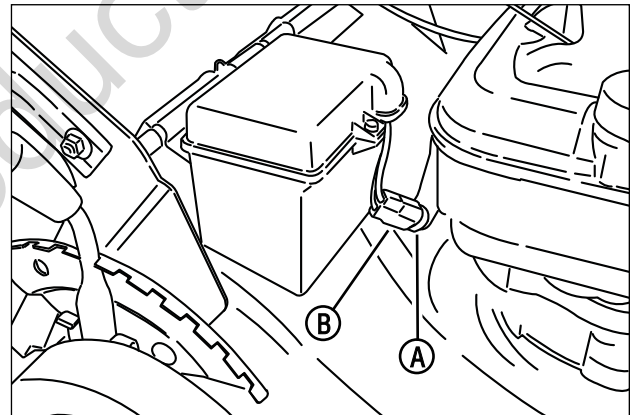

Figura 23: Conexiones de la batería
6. Enchufe el conector de cables principal (A, Figura 23) en el conector de cables (B) de la batería.
1. Con el cargador de Corriente Continua (DC) suministrado: Enchufe el conector del cargador en el conector de cables (B, Figura 23) de la batería. Enchufe el cargador en un tomacorriente de pared y cargue la batería durante 48 horas. (Periodos más largos no dañarán la batería).